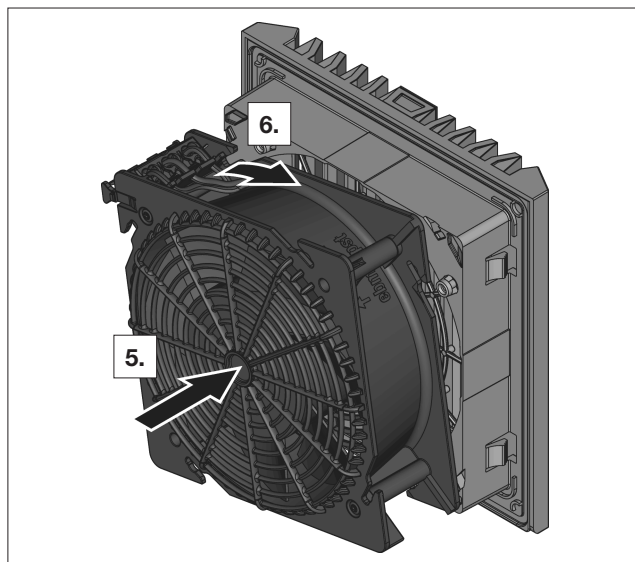

Bild 9: Låsning av bajonettlås
- Sätt tillbaka fläkthuset på filterlådan (se bild 9).